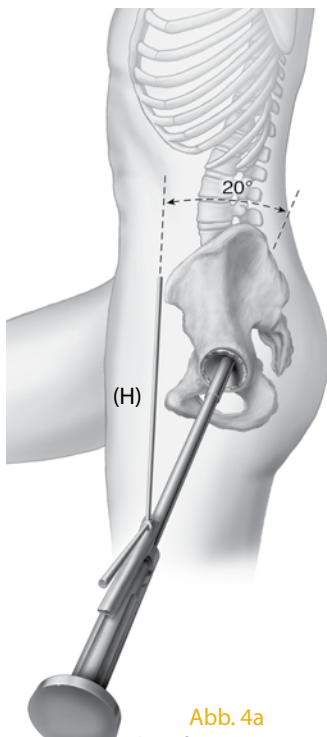
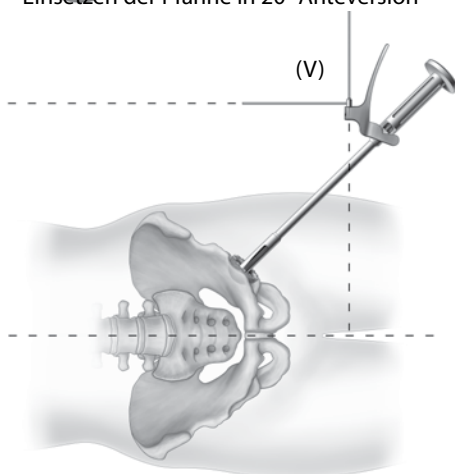

Abb. 4a
Abb. 4b
Schritt 3: Verbinden Sie die Pfanneneinschlägerausrichtlehre mit dem Pfanneneinschläger. Danach stellen Sie die Ausrichtlehre auf die Markierung L/R am Einschläger ein. Setzen Sie die Pfanne in das gefräste Acetabulum ein und schlagen das Implantat in der gewünschten Position ein. In Seitenlage des Patienten sollte die horizontal ausgerichtete Stange der Ausrichtlehre (H) für 20° Anteversion parallel zur Körperachse liegen (Abb. 4a). Die vertikale Stange (V) sollte rechtwinklig zur Zimmerdecke zeigen und rechtwinklig zum Fußboden/OP-Tisch stehen (Abb. 4b). Normalerweise wird eine Ausrichtung von 45° Inklination und 20° Anteversion angestrebt, wie vom Ausrichtstab angegeben. Das Einsetzen der Pfanne in diesem Winkel wird empfohlen, um eine gute Positionierung sicherzustellen und das Risiko der Dislokalisierung und des Impingements zu verringern. Die Stabilität des Implantats sollte durch Kraftanwendung in alle Richtungen der Außenzone der Prothese geprüft werden. Die Pfanne sollte ohne eine Lücke zum Acetabulum fixiert sein. Wenn sich die Pfanne im Acetabulum noch bewegen lässt, sollte eine größere Pfanne gewählt werden und das Acetabulum mit einem größeren Fräser bearbeitet werden.